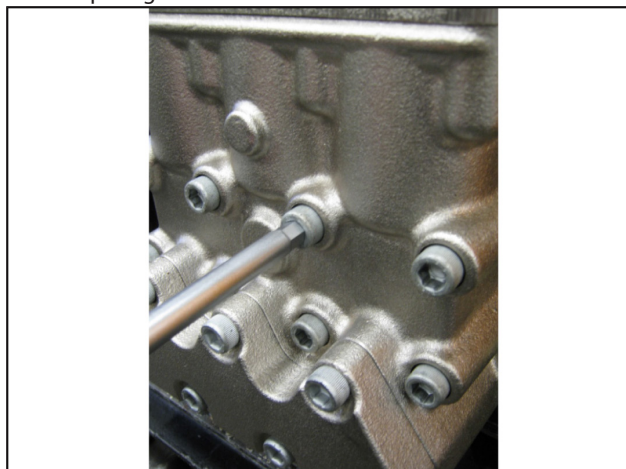

Fig. 20
A) Dévisser les vis de fixation de la culasse M12x150 comme indiqué Fig. 20.